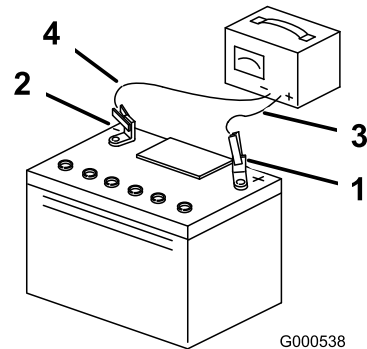

Figura 50
3. Atunci când bateria este complet încărcată, deconectați încărcătorul de la priza electrică, apoi deconectați cablurile încărcătorului de la clemele bateriei (Figura 50).